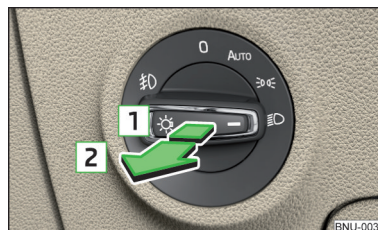

Fig. 66
- ✓ El interruptor de luz se encuentra en la posición **AUTO**, o » fig. 66.